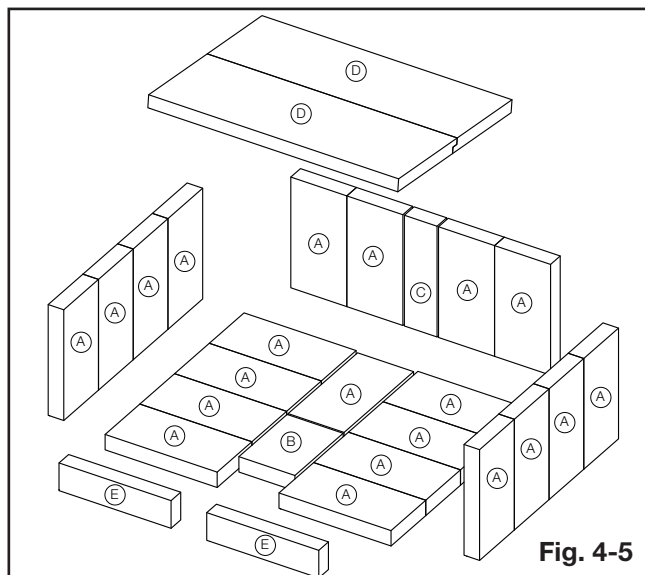

Fig. 4-5
Avec l'installation de l'appareil et la cheminée complété, déplacez les briques en place comme illustré ci-dessous (Fig. 4-5).
Placez brique (C) dans le centre, avec deux briques (A) sur chaque côté comme illustré (Fig. 4-5).